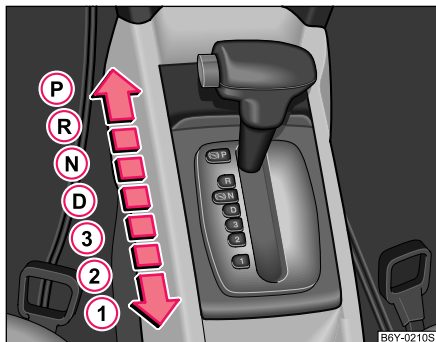

Abb. 87 Wählhebel
- Drücken Sie die Sperrtaste (Taste im Wählhebelgriff), stellen Sie den Wählhebel in die gewünschte Stellung, z. B. in **D** ⇒ Seite 106, Abb. 87 und lassen Sie die Sperrtaste wieder los.